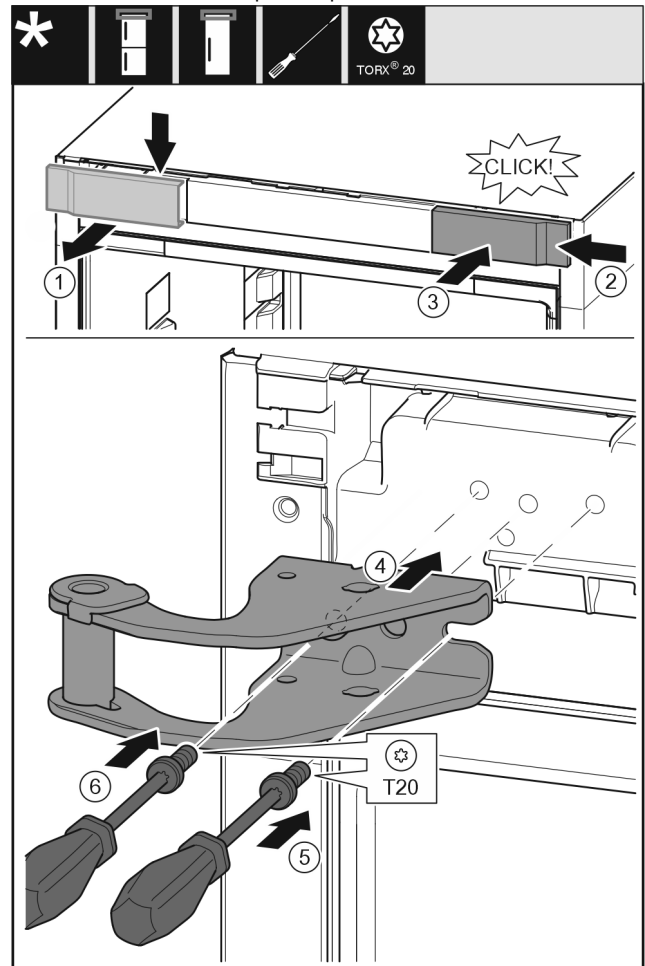

Fig. 9
- Зніміть кришку вгору вперед. Fig. 9 (1)
- Почепіть кришку, що повернута на 180°, з іншого боку праворуч. Fig. 9 (2)
- Зафіксуйте кришку. Fig. 9 (3)
- Встановіть верхній опорний кронштейн. Fig. 9 (4)
- Встановіть та закрутіть гвинт за допомогою викрутки T20. Fig. 9 (5)
- ▶ Встановіть та закрутіть гвинт за допомогою викрутки T20. Fig. 9 (6)